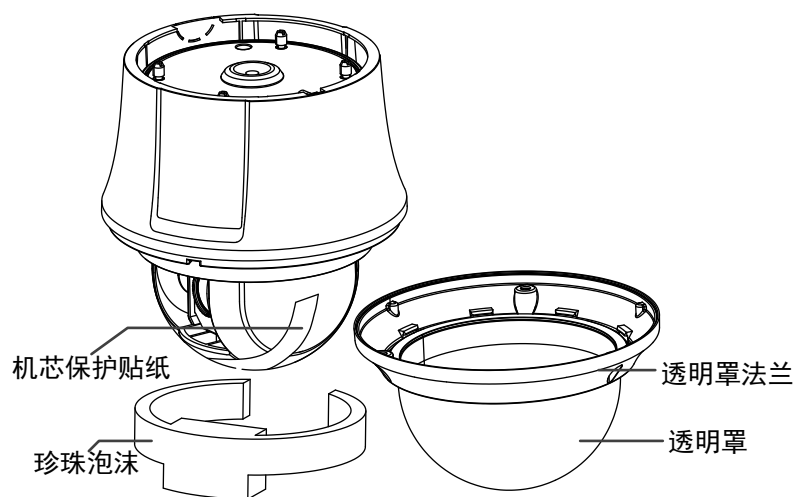

图2-23 智能球的拆封
- 拧松智能球法兰上共 3 枚锁紧螺钉，取下透明罩，如图 2-23 所示。